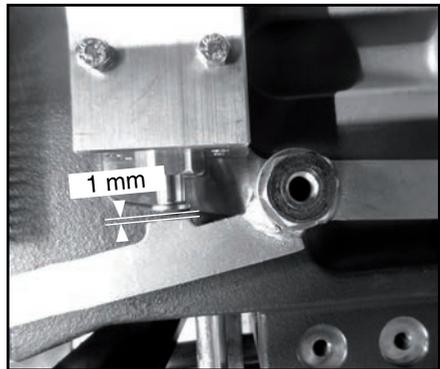

Abb. 6.49
Überprüfen, dass bei vollständig durchgetretenem Pedal (42) mindestens 1 mm zwischen Kipphebel und Zylinder des Kupplungspedals vorhanden ist (Abb. 6.49).